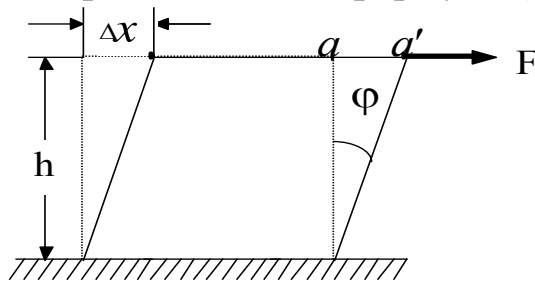

Рис.4.
При действии силы, создающей в теле напряжение кручения, в каждом малом сегменте возникают деформации сдвига (рис.4). Относительная деформация определяется по формуле (7).